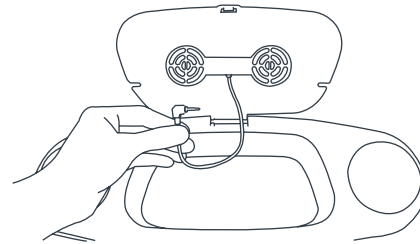

Fig. 10
- 10) • Le plateau de parent vient avec le haut-parleur avec le cric MP3 à l'intérieur. L'haut parleur a un fil avec une prise mâle pour une utilisation avec appareil MP3 afin que vous et votre enfant pouvez écouter de la musique tout en vous promenant. Connectez la prise mâle dans votre appareil MP3 (Fig. 10).